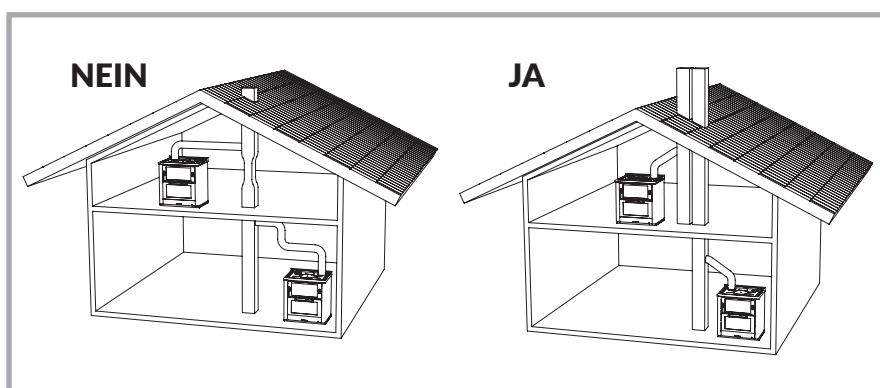

Abb. 6 - Beispiele für falsche und richtige Ausführung des Rauchabzugs
Der Rauchabzug muss, unter Berücksichtigung der allgemeinen Umgebungs- und Umweltbedingungen, für den Anschluss des ausgewählten Holzherdes geeignet sein. Sein Querschnitt muss so dimensioniert sein, dass der Rauch ohne Schwierigkeiten aus dem Herd abziehen kann. Bei Überdimensionierung würde sich der Rauchabzug nicht schnell genug erwärmen, was Kondenswasserbildung sowie schlechten Rauchzug zur Folge haben könnte. In Tabelle 1 ist der empfohlene Durchmesser für den Rauchabzug, je nach Höhe des Schornsteins (H) angeführt. Die Höhe des Rauchabzugs muss so bemessen sein, dass ein optimaler Rauchabzug für das ausgewählte Herdmodell garantiert wird. Je höher der Rauchabzug, desto besser ist der Rauchzug. Bei einer Höhe unter 4 Metern ist ein einwandfreier Betrieb des Herdes nicht gewährleistet. Abgasrohre dürfen keine gewundenen oder waagrechten Abschnitte aufweisen und müssen immer mit Steigung zum Schornstein hin montiert werden; die Anzahl der Rohrbögen ist auf ein Minimum zu beschränken. Abb. 6 zeigt einige Beispiele für die richtige und falsche Ausführung des Rauchabzugs.